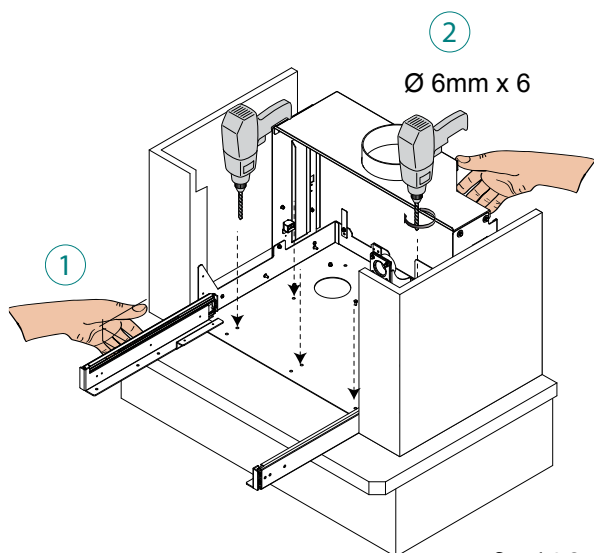

fig. 6.1.8
- 8) Poser la base sur le plan de la cheminée (1), tracer et effectuer 4 trous de Ø 6 pour la fixation (2) - utiliser la base comme gabarit - puis percer avec un foret de 6 mm de diamètre (Fig. 6.1.8)